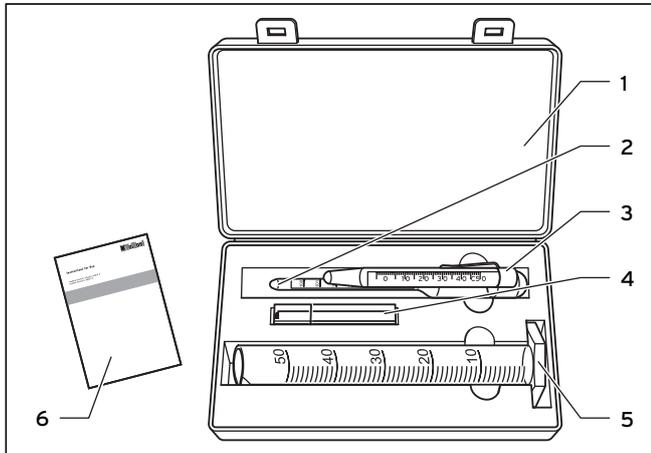

Abb. 3.1 Lieferumfang Frostschutzprüfer
- Tauchen Sie das Thermometer (3 in Abb. 3.1) in die Solarflüssigkeit.